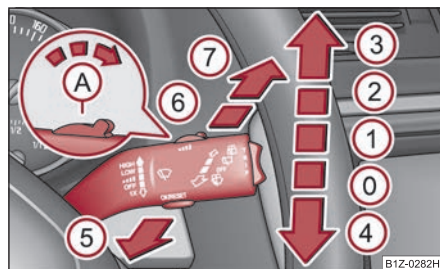

Fig. 70 Palanca de limpiaparabrisas
La palanca de limpiaparabrisas ⇒ fig. 70 tiene las siguientes posiciones:
- Si está conectado el barrido lento 2 o rápido 3 ⇒ página 71, fig. 70 y la velocidad del vehículo disminuye por debajo de 4 km/h se conectará la velocidad de barrido inmediatamente inferior. En caso de aumentar la velocidad a más de 8 km/h se restablecerá el anterior barrido.
Los faros se limpiarán después del primer y tras cada quinto rociado del parabrisas si está conectada la luz de cruce o de carretera y se ha mantenido la palanca del limpiaparabrisas durante aprox. 1 segundo en la posición ⑤ ⇒ página 71, fig. 70.
- A continuación, empujar en el transcurso de 20 segundos la palanca del limpiaparabrisas a la posición ④ ⇒ página 71, fig. 70 – los brazos de las escobillas se desplazarán a la posición de servicio.